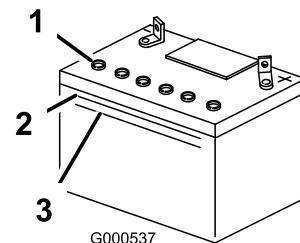

Figure 39
3. Observez le côté de la batterie. Le niveau d'électrolyte doit atteindre le trait **supérieur** (Figure 39). Le niveau d'électrolyte ne doit pas descendre au-dessous du trait inférieur (Figure 39).
5. Enlevez les bouchons d'aération de la batterie (Figure 39).
6. Versez de l'eau distillée avec précaution dans chaque élément jusqu'au repère supérieur (Figure 39) sur le côté de la batterie.
pour amener le niveau jusqu'au repère supérieur sur le côté de la batterie (Figure 39).